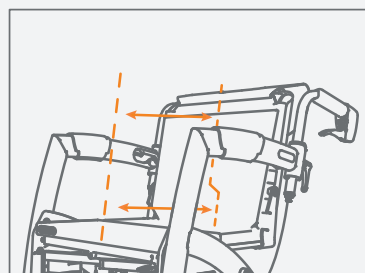

Figure 46: Baisse des deux bandes du dessous plus souples.
- d. Dans la plupart des cas, les bandes du dessous devront être réglées plus souples que les deux bandes du dessus (**Figure 46**). Fixez le velcro de sorte que le bassin de l'utilisateur soit correctement redressé et que le dossier soutienne bien le dos.